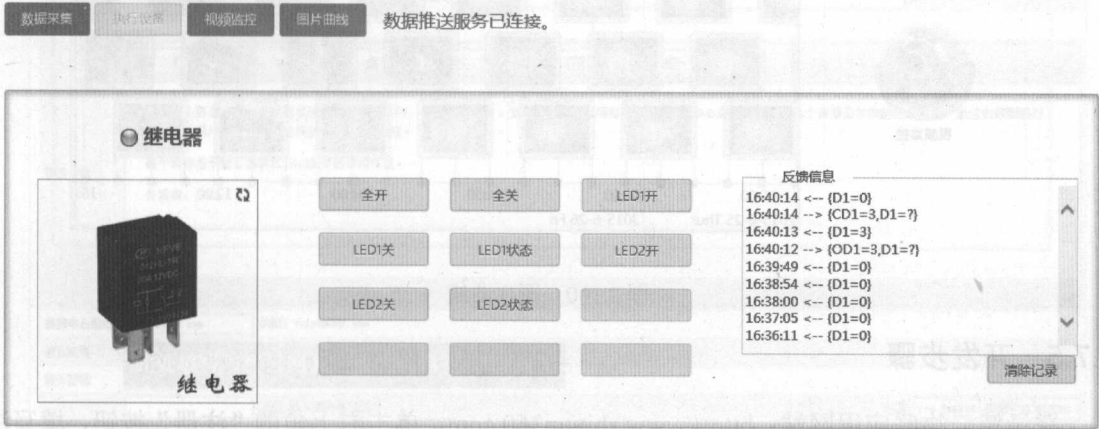

图 2.98 设备控制信息
(2) 实时控制执行器：执行设备选项卡，左边栏显示执行器图片、名称、在线状态（在线则传感器名称的指示图标变蓝色，不在线为灰色），右边栏显示该执行器可进行的操作，单击对应的按钮，可远程对设备进行控制，同时在“反馈信息”窗口可查看控制命令及反馈的消息结果，如图 2.98 所示。